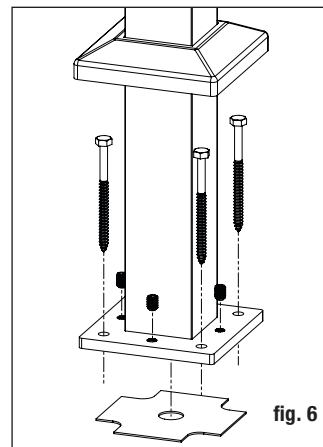

fig. 6
Paso 5 Vuelva a colocar el conjunto del poste con la placa niveladora insertada entre la plataforma y la base del poste, y alinee con los orificios pretaladrados. Inserte los sujetadores de los postes (**NO INCLUIDOS**) y apriételes parcialmente. Con un nivel, ajuste los tornillos de ajuste de nivelación con una llave Allen de 3/16 pulg. hasta que el poste esté a plomo. Apriete completamente los sujetadores de los postes para asegurar la base a la estructura de la plataforma. *Nota: Se recomiendan tirafondos de 5/16 pulg. x 4 pulg. o más largos.* (fig. 6)